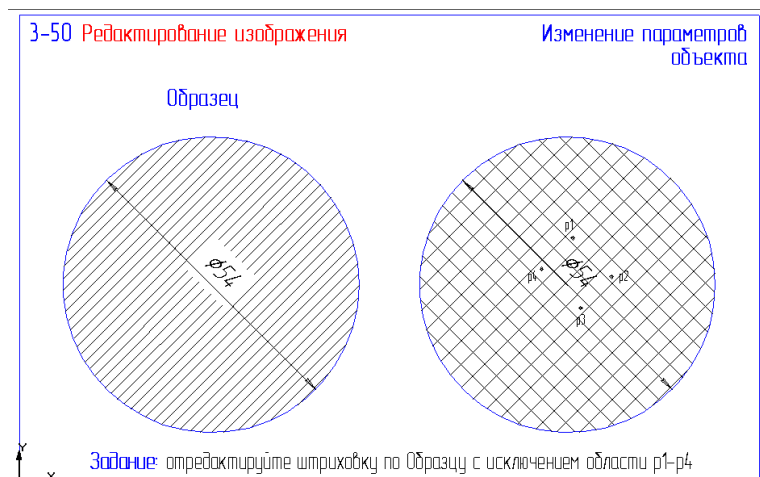

Рис. 64
57. Откройте файл фрагмента 3-50 (рис. 64).